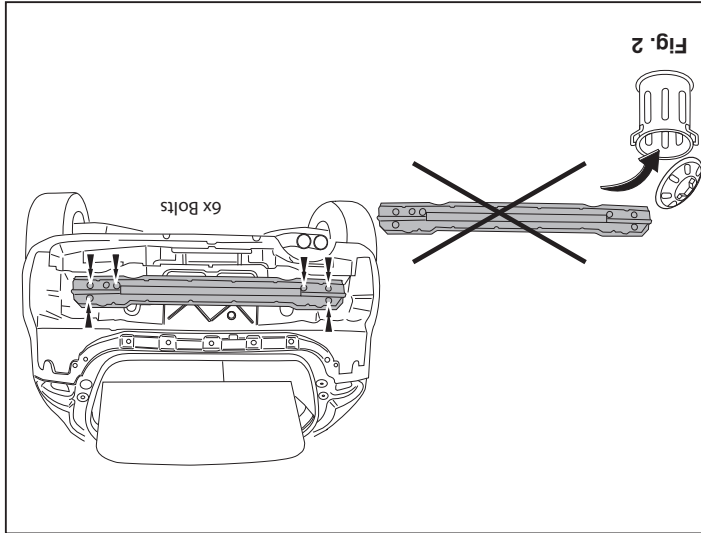
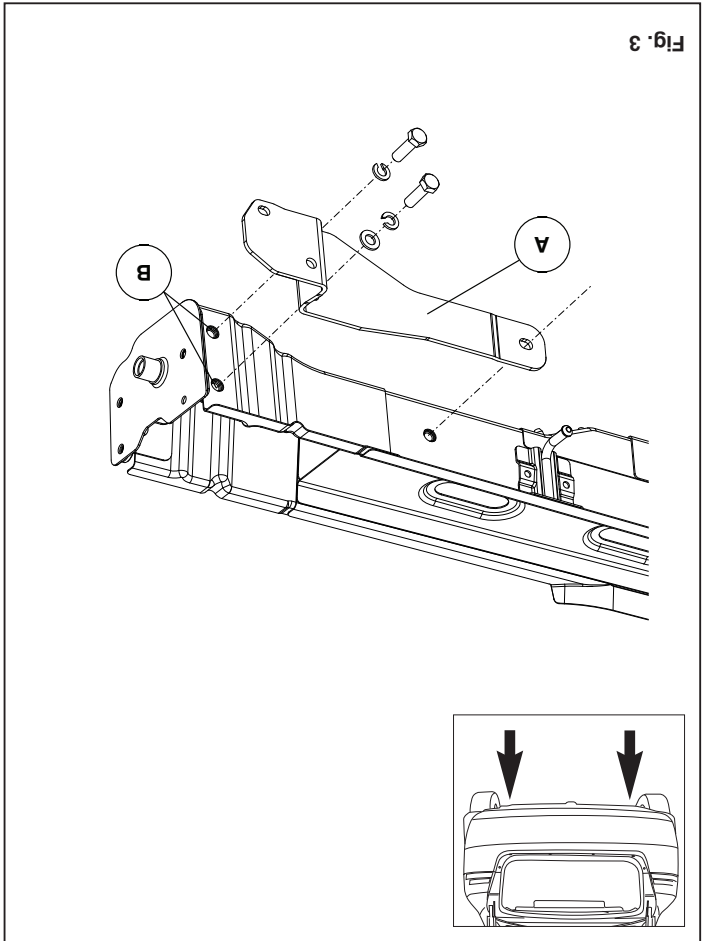

Fig. 2
Fig. 3
4. Demonteer de achterstootbalk van het voertuig. Deze komt te vervallen. Zie fig. 2.
6. Demonteer het sforog (L). Deze komt te vervallen.
7. Plaats de steunen A en bevestig deze op de punten B. Zie fig. 3.
4. Remove the rear impact bar. It will no longer be needed. See figure 2.
6. Remove the securing eye (L). It will no longer be needed.
7. Position the supports A and attach them at points B. See figure 3.
4. Der hinterer Stoßbalken abmontieren. Diese wird nicht mehr benötigt. Siehe Abbildung 2.
6. Die Sicherheitsöse (L) abmontieren. Diese wird nicht mehr benötigt.
7. Die Halterungen A anlegen und bei den Punkten B befestigen. Siehe Abbildung 3.
7 Поставить кронштейны A и прикрепить их в точках B. См. рисунок 3.